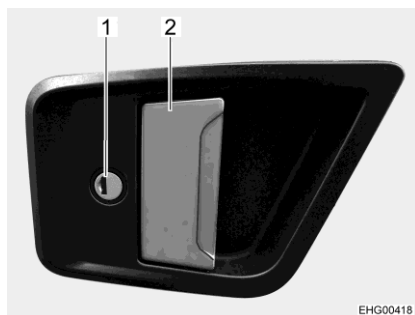

Bild 57 Dörrlås (ingångsdörr utsida)
- Stick in nyckeln i låscylindern (Bild 57,1) och vrid den ända tills dörrlåset har låsts upp.
- Drag i dörrhandtaget (Bild 57,2). Dörren är öppen.
- Stick in nyckeln i låscylindern (Bild 57,1) och vrid den ända tills dörrlåset har låsts.